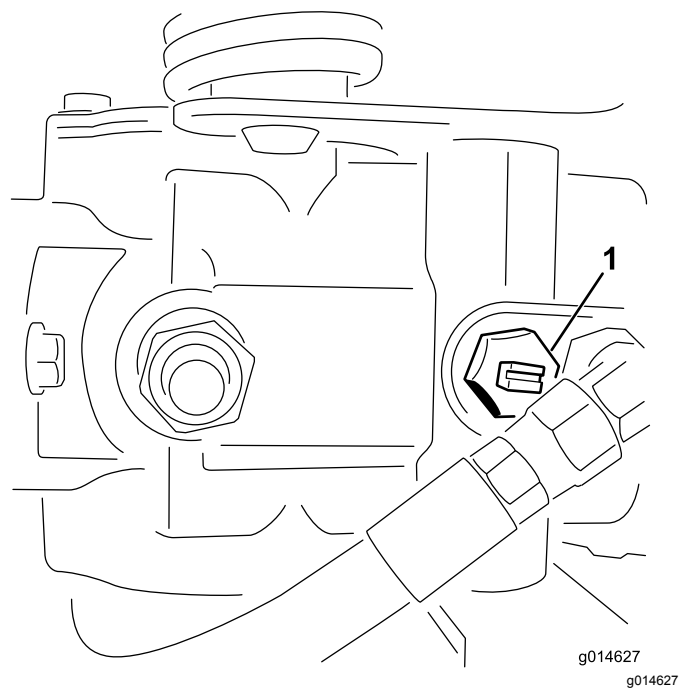

图23
1. 找到并旋转泵上的旁通阀使槽处于垂直位置 图23。
2. 启动发动机之前旋转旁通阀使槽处于水平位置这样就可以关闭旁通阀 图23。旁通阀打开时切勿启动发动机。